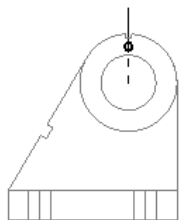

图 7.7.54 平移圆
- ④ 设置圆参数。在“编辑圆心点”工具栏的  文本框中输入值 4，按 Enter 键确认。
- ⑤ 单击  按钮，完成圆的绘制。
(4) 平移圆。
- ① 选择命令。选择下拉菜单 **转换(X)**  **平移(T)...** 命令。
② 定义平移对象。在绘图区选取步骤 (3) 所绘制的圆为平移对象，然后在“标准选择”工具栏中单击  按钮，完成平移对象的定义，同时系统弹出“平移选项”对话框。
③ 定义平移距离。在“平移选项”对话框中选中  单选项；在 **直角坐标** 区域的  文本框中输入值 -4.5，按 Enter 键确认。
- ④ 单击  按钮完成圆的平移操作，如图 7.7.54 所示。